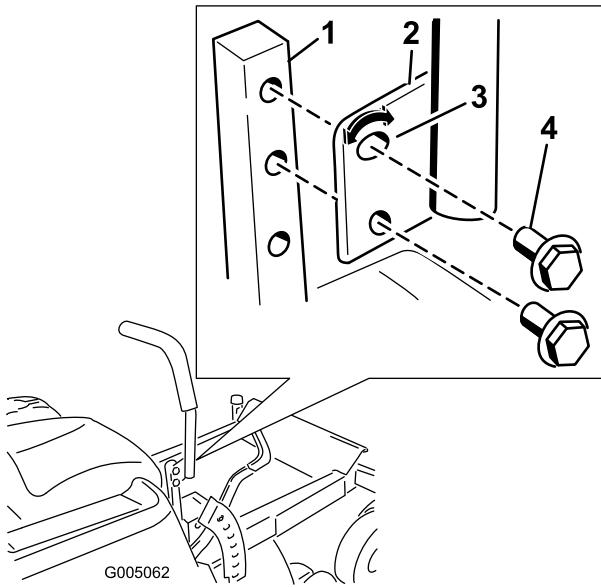

Figura 22
1. Retire los 2 pernos que fijan la palanca de control al brazo de la palanca (Figura 22).
2. Mueva la palanca al juego de taladros siguiente. Fíjela la palanca con los 2 pernos (Figura 22).
2. Afloje el perno inferior lo suficiente para poder desplazar hacia adelante o hacia atrás la palanca de control (Figura 22). Apriete ambos pernos para fijar el control en la posición nueva.